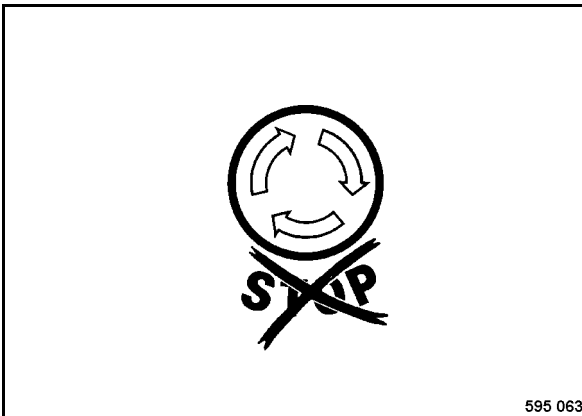

Fig. 51
- Comprobar si el interruptor de parada de emergencia (Fig. 51) está desbloqueado.